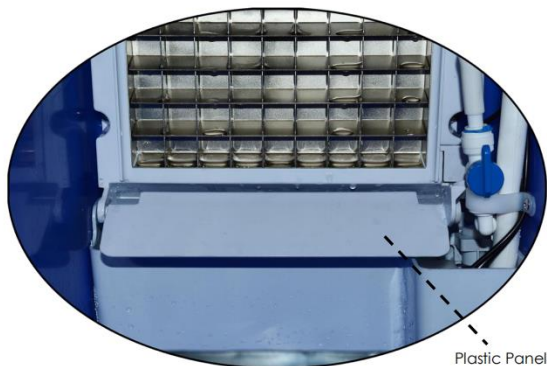

Abb. 1
4. Nach der Erzeugung einer bestimmten Menge der Eiskwürfel kann die Kunststoffplatte im Inneren der Maschine (Abbildung 1) mit Eiskwürfeln nach unten gedrückt werden. Wenn die Kunststoffplatte heruntergedrückt wird, stoppt die Maschine automatisch die Eiserzeugung und die Anzeige "stoppage" leuchtet auf. Für Fortsetzung der Arbeit das Eis regelmäßig abladen.